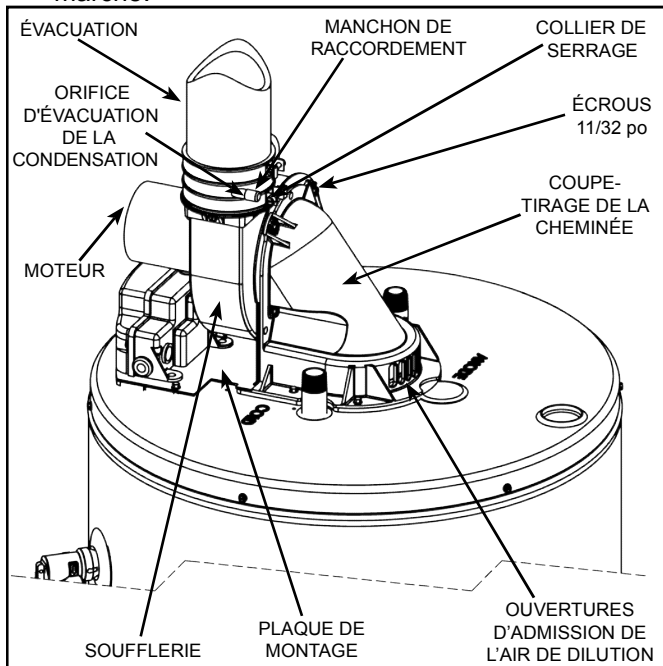

Figure 39.
Inspectez la partie supérieure du chauffe-eau, les ouvertures de la soufflerie et les ouvertures arrière d'apport d'air de dilution afin d'éviter toute accumulation de charpie et de poussière. En fonction de l'emplacement d'installation du chauffe-eau, le rythme d'accumulation de débris peut être rapide. Une accumulation de charpie risque de réduire le débit d'air canalisé vers le moteur et la soufflerie, ce qui hausse leur température de fonctionnement (voir Figure 39).
4. Débranchez le conduit d'évacuation de la soufflerie. Desserrez le collier de serrage inférieur de l'accouplement de caoutchouc, qui relie la soufflerie au conduit d'évacuation (voir Figure 39).
5. À l'aide du tournevis à douille de 11/32 po, retirez et conservez les quatre écrous situés à l'arrière de la soufflerie (voir Figure 37 et Figure 39).